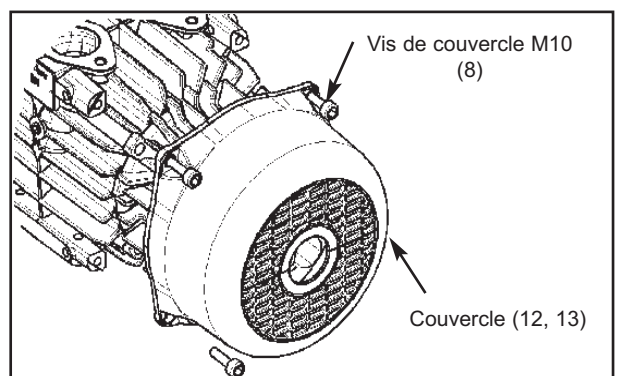

Figure 29
7. Installez les deux couvercles (12 et 13) sur les ventilateurs avec les vis de couvercle M10 (8). Serrez les vis de couvercle au couple de 26 lbs ft (35 Nm) ; voir la figure 29.